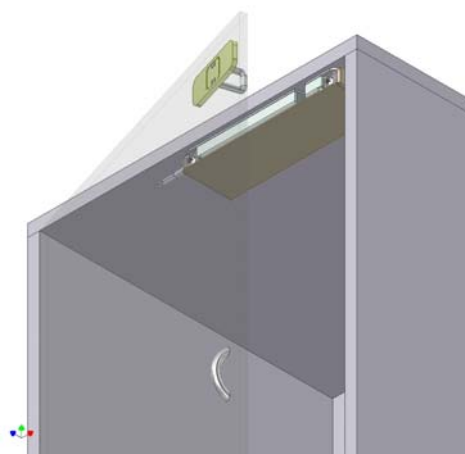

Рис.6 Установка замка для стеклянной двери.
- монтажный комплект **МК AL-250UZ-Glass** для стеклянных дверей (Рис.6)